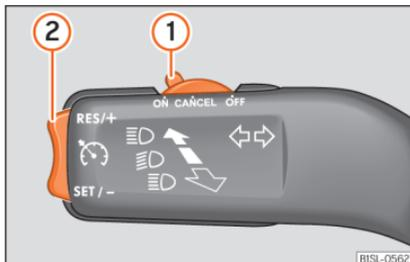

Abb. 140 Im Blinkerhebel: Schalter und Tasten zum Bedienen der GRA.
- Schieben Sie den Schalter »» **Abb. 140 ①** bis **ON**.
- Drücken Sie die Taste »» **Abb. 140 ②** im Bereich **SET/-**.
- Schieben Sie den Schalter »» **Abb. 140 ①** bis **CANCEL** oder treten Sie das Bremspedal.
- Drücken Sie die Taste »» **Abb. 140 ②** im Bereich **RES/+**.
Während der GRA-Regelung kann die gespeicherte Geschwindigkeit mit der Taste »» **Abb. 140 ②** eingestellt werden:
- Um in Schritten von 1 km/h [1 mph] zu erhöhen, drücken Sie kurz die Taste »» **Abb. 140 ②** im Bereich **RES/+**.
- Um die Geschwindigkeit kontinuierlich zu erhöhen, halten Sie die Taste »» **Abb. 140 ②** im Bereich **RES/+** gedrückt.
- Um in Schritten von 1 km/h [1 mph] zu reduzieren, drücken Sie kurz die Taste »» **Abb. 140 ②** im Bereich **SET/-**.
- Um die Geschwindigkeit kontinuierlich zu verringern, halten Sie die Taste »» **Abb. 140 ②** im Bereich **SET/-** gedrückt.
- Schieben Sie die Schalter »» **Abb. 140 ①** auf **OFF**.